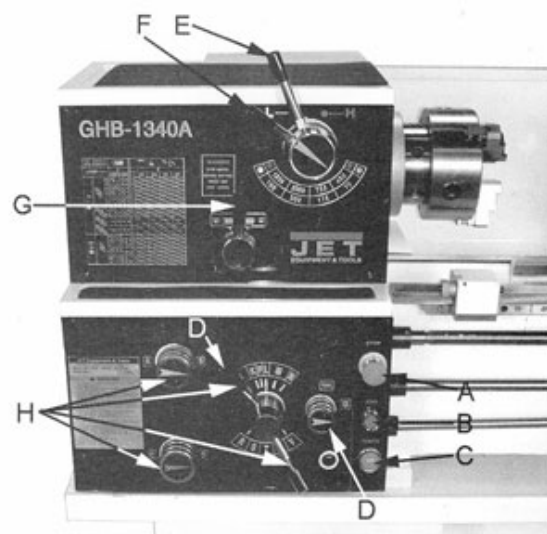
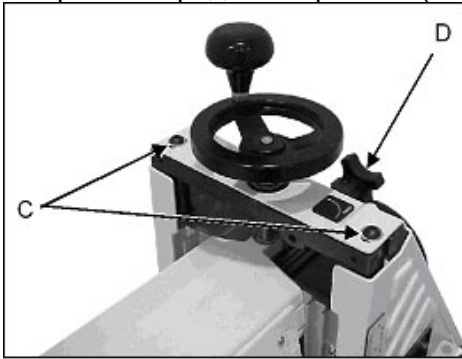

Рис. 14
Рис. 15
Число оборотов разрешается изменять только при остановленном шпинделе и моторе. Установите рычаг выбора чисел оборотов в желаемое положение (Е, F, рис.14).
Благодаря рычагам для выбора на механизме подачи (D, H, рис.14) в каждый момент времени в распоряжении имеются различные продольные и поперечные подачи (Рис.15).
Направление подачи может быть выбрано посредством рычага (G, рис.14).
Рычаг включения (D, рис.15):
Для перестановки задней бабки ослабьте крепежный винт (1, рис.15). Выкрутить установочный винт (2) на передней стороне, а на задней стороне (3), соответственно, подтянуть. Снова затянуть регулировочные винты и крепежный винт задней бабки.